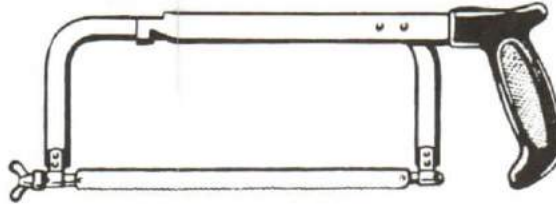
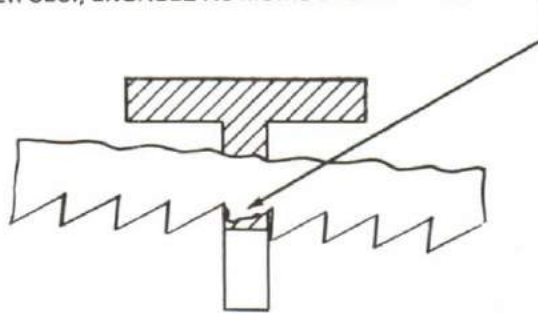

Figure 9-16
Figure 9-17
16. Hacksaws - The hacksaw is used for cutting metal. It consists of an adjustable frame, a blade, and a handle. See Figure 9-16. Always fit the blade so that the teeth are pointing down from the handle, and always choose a blade with a sufficient number of teeth per inch so that the saw won't jam (see Figure 9-17) and break a tooth.
16. La scie à métaux. La scie à métaux s'emploie pour couper le métal. Elle consiste en une monture à tension, une lame et une poignée (voir la figure 9-16). Placez toujours la lame les dents vers le bas. Prenez toujours une lame dont le nombre de dents au pouce est suffisant pour que la scie ne se grippe pas et ne brise pas de dents (voir la figure 9-17).